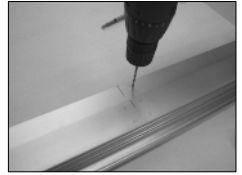

Fig. 4
- D. Placer maintenant la bride avant au niveau de la ligne tracée au crayon sur la partie mobile de la menuiserie et marquer l'emplacement des trois trous pour les vis de verrouillage sur celle-ci (Fig. 4).
- D. Placer maintenant la bride avant au niveau de la ligne marquée au crayon sur la partie fixe de la menuiserie et tracer l'emplacement des trois trous pour les vis de verrouillage sur celle-ci (Fig. 4).